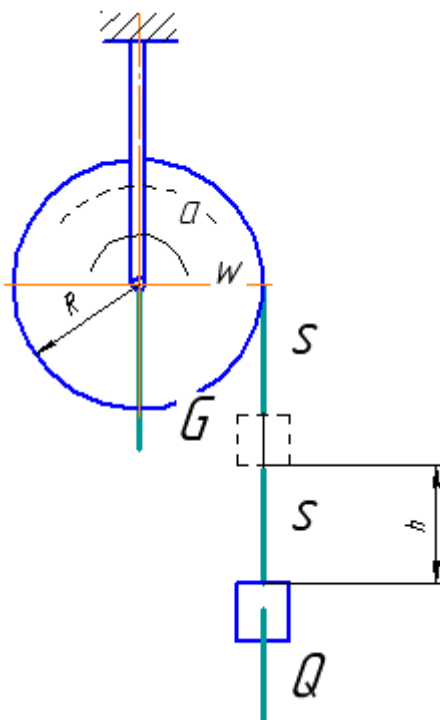

Рисунок 4 Исходная схема
10. Ознакомится с заданием рисунок 4.